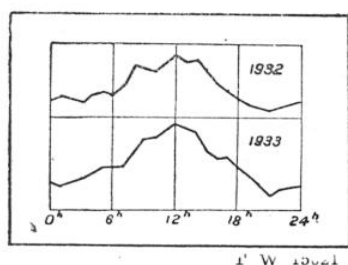

FIG. 7. — VARIATION DE L'INTENSITÉ DES RAYONS COSMIQUES AU COURS D'UNE JOURNÉE
temps, on n'a pu mettre en relief aucune variation sensible, périodique ou séculaire, de leur intensité; ils se sont montrés remarquablement constants en un point donné du globe; seuls, les orages magnétiques provoquant des changements de fréquence (1) aussi passagers que le météore. En particulier, les aurores boréales ne troublent en rien leurs caractéristiques, ce qui prouve que l'émission électronique du soleil accompagnant ce phénomène ne présente aucun point commun avec les rayons cosmiques. Cependant, des mesures très soignées ont révélé récemment une légère oscillation diurne de l'intensité cosmique; on suppose qu'il y a là un effet secondaire dû aux variations du champ magnétique terrestre au cours du jour solaire (fig. 7).